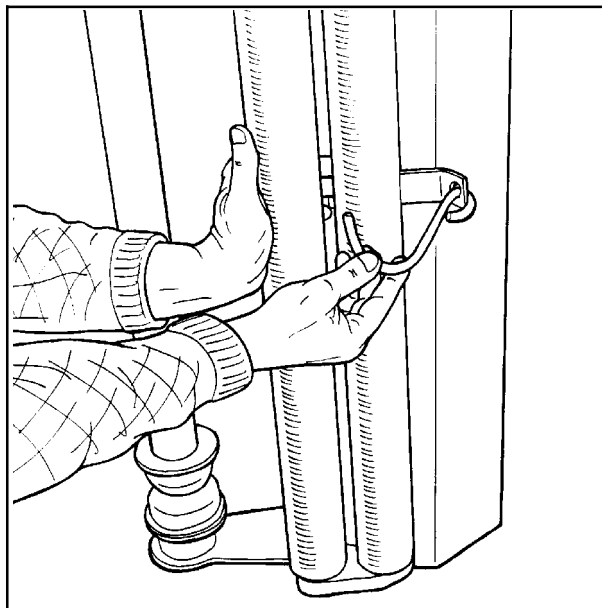

Fig. 5-1
**5.1** Når plastrullen skal monteres, må forstreker-rollene holdes til siden. Hold rollene ut til siden og sett på holdekroken. (Se fig. 5-1).